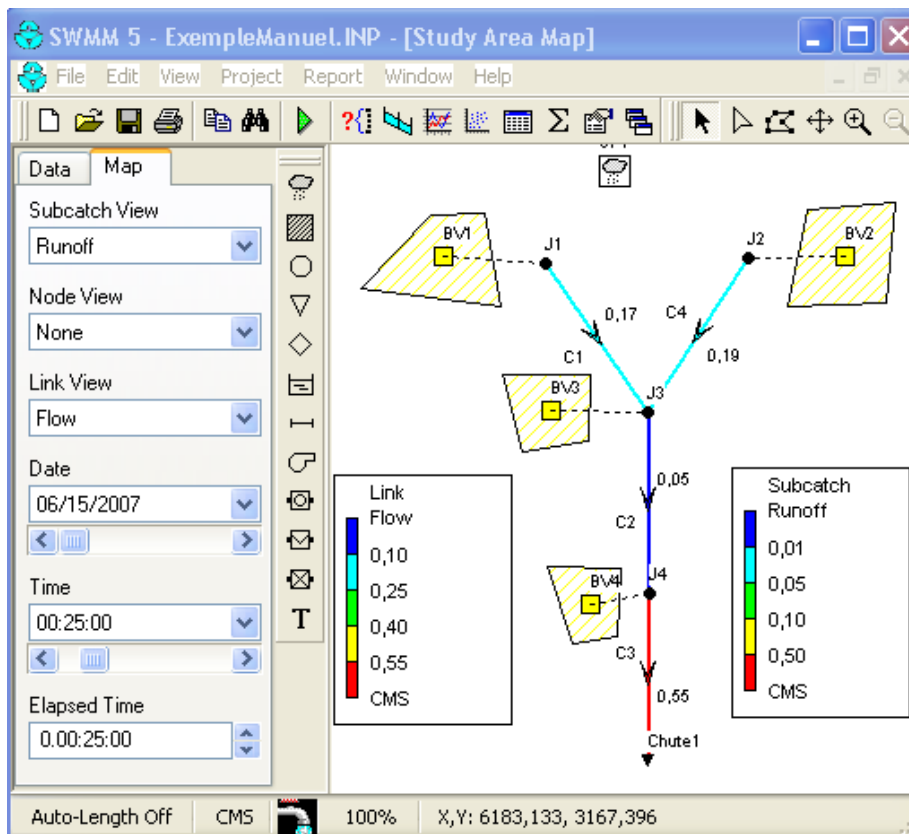

Figure 32 Visualisation des résultats sur le schéma
5. la case « Date / Time / Elapsed Time » peut être utilisé pour afficher les résultats de la simulation à différents moments. La figure 32 montre les résultats de la simulation à 25 min.